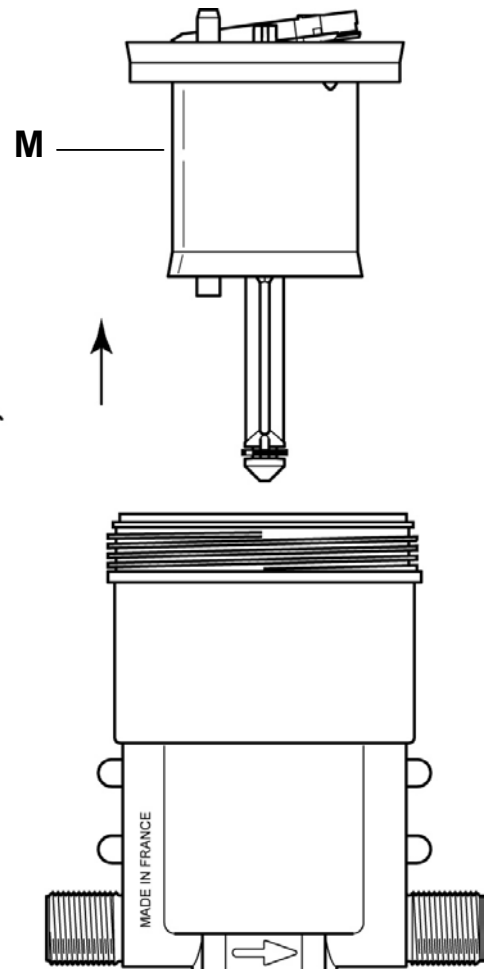

Abb. 16
- Den gesamten Motorkolben (**Abb. 16-M**) nach oben herausziehen.